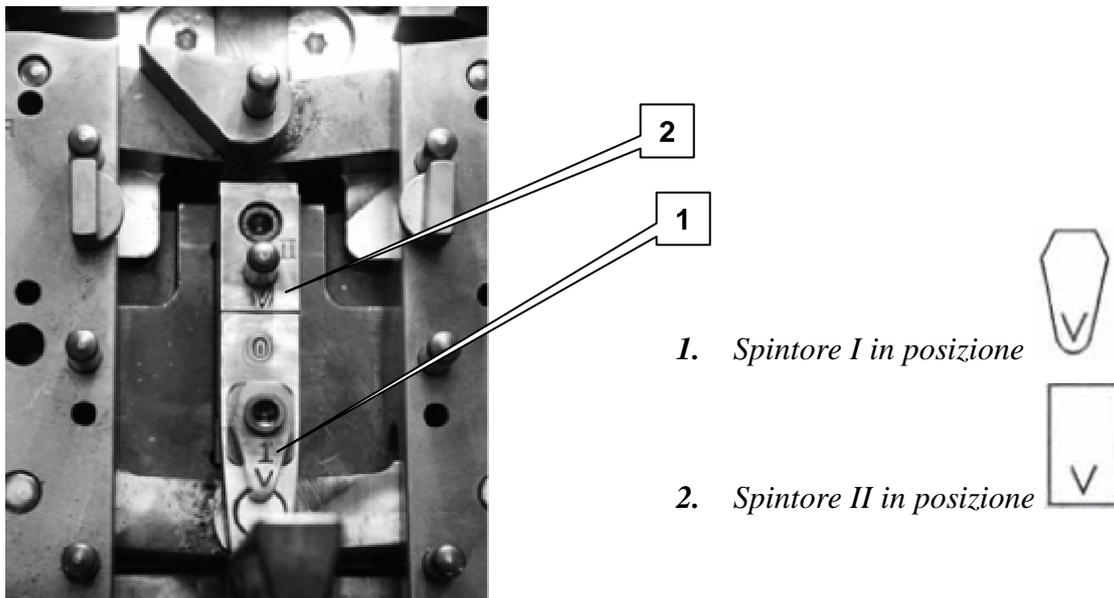
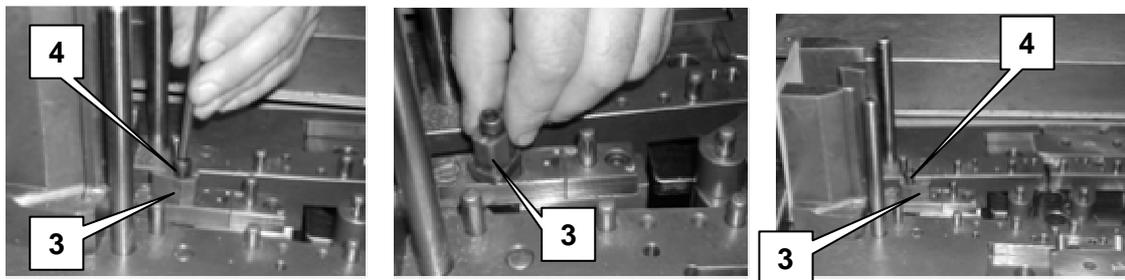
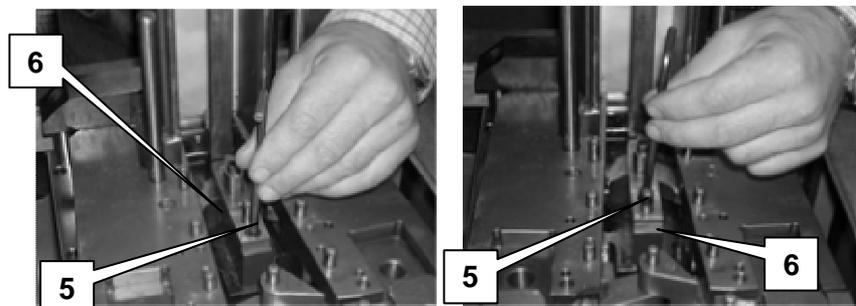

Figura 4.41 – Ingrandimento viste spintori
Figura 4.44 – Spintore I
Figura 4.45 – Spintore II
2. rilevare dalle tabelle riportate in Allegato 1 “Parametri per la piega” la configurazione dello spintore I (si veda la figura 4.41) e procedere al suo riposizionamento nel caso non sia nella posizione richiesta. Per riposizionare lo spintore I è necessario procedere come segue (figura 4.44):
*L'orientamento degli spintori, riportato nelle tabelle di cui sopra, è indicato mediante una V, e fa riferimento alla posizione dell'operatore in corrispondenza del lato della macchina dove si trova il quadro elettrico (si veda la figura 4.41).*
3. rilevare dalle tabelle riportate in Allegato 1 “Parametri per la piega” la configurazione dello spintore II (si veda la figura 4.41) e procedere al suo riposizionamento nel caso non sia nella posizione richiesta. Per riposizionare lo spintore II è necessario procedere come segue (figura 4.45):